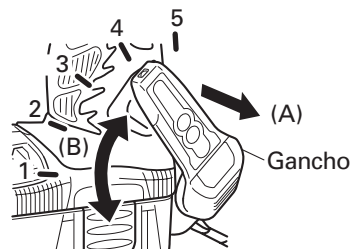

Fig. 7
(1) Operación del gancho
(a) Extraiga el gancho hacia sí en la dirección de la flecha (A) y gírelo en la dirección de la flecha (B). (Fig. 7)